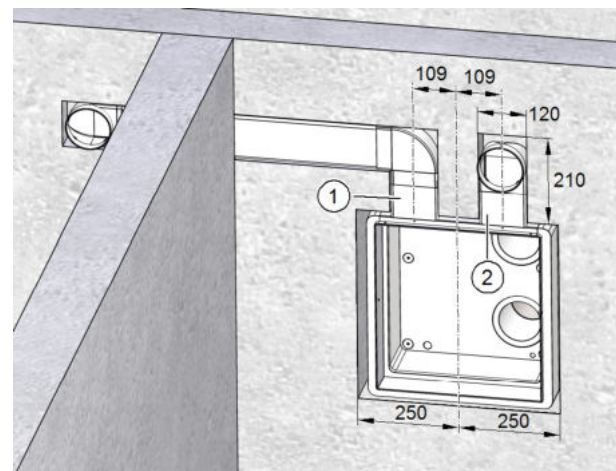

Abb. 12: Mauernuten für Zweitraumanschluss mit
- ▶ Fräsen Sie mit der Mauernutfräse zwei Nuten für den Abluftkanal (Pos. 1 in Abb. 12) und für den Zuluftkanal (Pos. 2 in Abb. 12) mit der Breite 120 mm, der Tiefe 60 mm und einer Höhe von mindestens 210 mm (siehe Abb. 12).
In Abb. 12 finden Sie ein Beispiel für die vertikale und horizontale Verlegung von Flachkanälen.